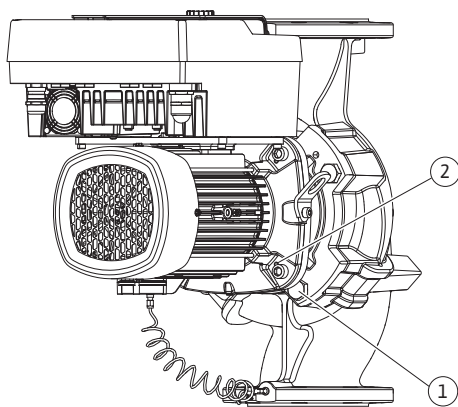

Fig. 104: Изтласкване на окомплектовката по резбите на корпуса (DN 100 ... DN 125)
23. Избутайте окомплектовката от корпуса на помпата. За това използвайте двете резби на корпуса (виж Fig. 104, поз. 1).
33. За избутване на окомплектовката от корпуса на помпата използвайте двете съседни резби на корпуса (Fig. 104, поз. 1) и използвайте подходящи винтове, предоставени на място (напр. M10 x 25 mm).